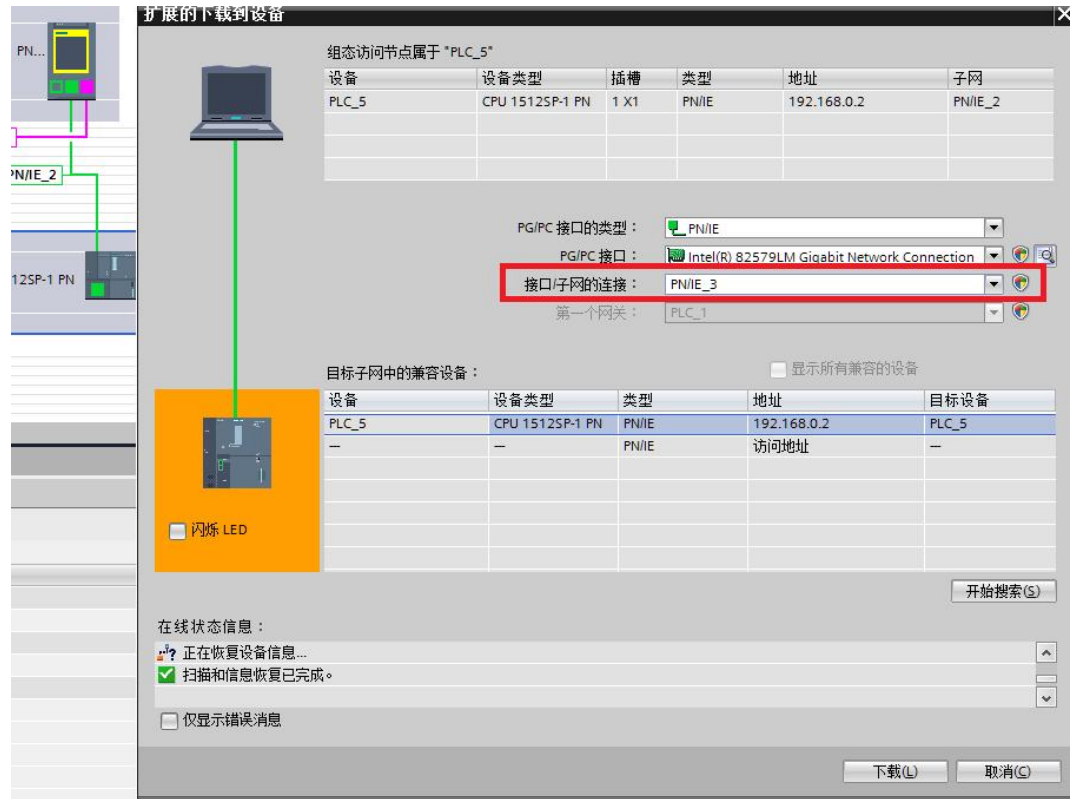

图 2-7 路由下载 PLC\_5
1. 如果 PLC\_5 实际的 IP 地址与硬件组态中的一致，则可以直接路由到 PLC\_5，然后进行下载。首先同样需要在“接口/子网的连接”选项处，选择 PG/PC 接入的子网，本例中即为新添加的“PN/IE\_3”，如图 2-7 所示。